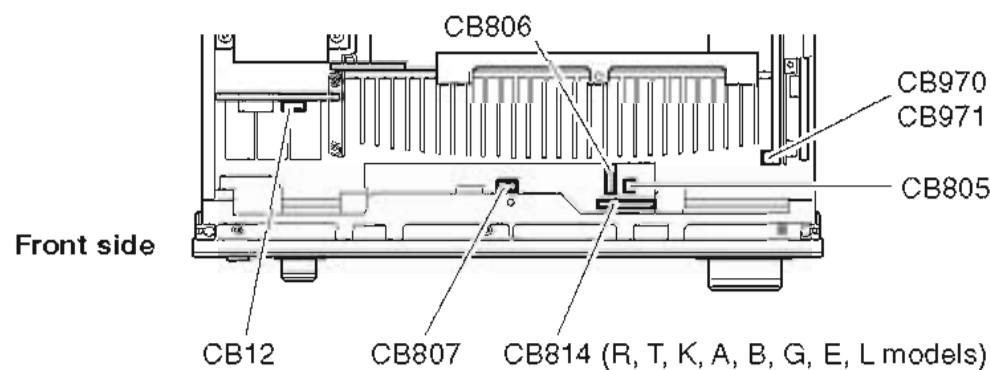

Fig. 2
- c. Remove CB12, CB805-807, CB814 (R, T, K, A, B, G, E, L models), CB970 and CB971. (Fig. 2)
- b. CB12、CB805-CB807、CB814、CB970、CB971を外します。(Fig. 2)